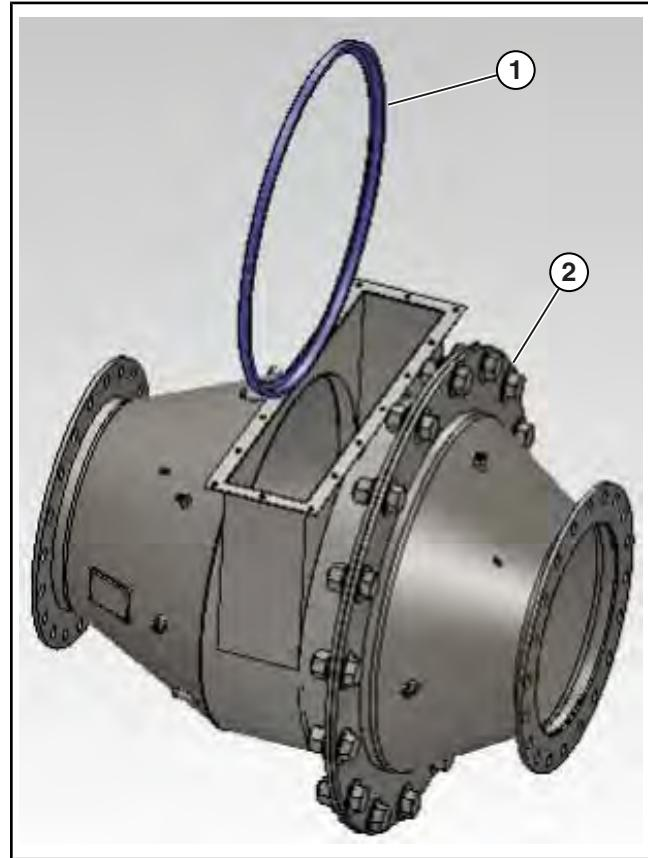

Рисунок 15.10-9: Установка кольцевого зажима
1. Если кольцевой зажим снят, установите его так, чтобы более крупная плоская сторона была отвернута от большого среднего фланца (см. Рисунок 15.10-9).